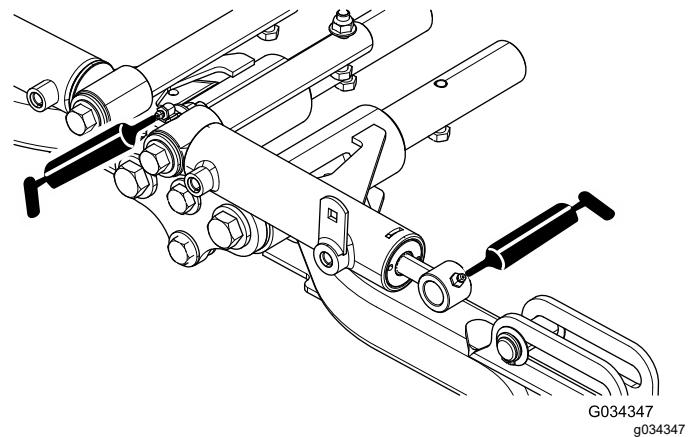

Figura 42
- Perni del braccio di sollevamento anteriore e cilindri di sollevamento (3 cad.); fate riferimento alla Figura 42.